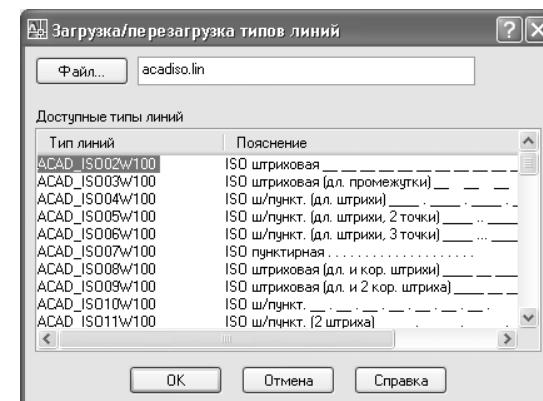

Рис. 6.9 ▼ Выбор типа линии в окне **Загрузка/перезагрузка типовой линии** (Load or Reload Linetypes)
3. Щелкните на кнопке **Загрузить** (Load), которая находится в нижней части окна **Выбор типа линий** (Select Linetype). На экране появится диалоговое окно **Загрузка/перезагрузка типовой линии** (Load or Reload Linetypes), в списке **Доступные типы линий** (Available Linetypes) которого перечислены все типы линий, определенные в файле acadiso.lin (рис. 6.9).
4. Щелкните в этом списке на элементе ACAD_ISO02W100, как показано на рис. 6.9, а затем щелкните на кнопке **OK**.